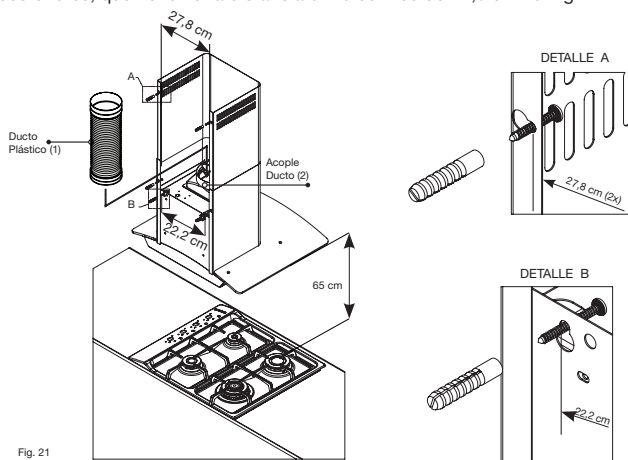

Fig. 21
En la pared donde usted va a ubicar la campana realice dos agujeros para chazos de 5/16", a una distancia entre centros de 22,2 cm. Coloque los chazos y asegure la campana con los tornillos que se encuentran incluidos en la bolsa de accesorios (5 cm de longitud). Recuerde que la campana debe quedar mínimo a 65 cm mín. por encima de las parrillas de su cocina, como se muestra en la fig. 21.
Realice el ensamble del ducto plástico de evacuación (1) en el acople ducto (2), no olvide hacer la conexión eléctrica antes de montarla (tenga en cuenta los datos técnicos de la placa de características). Para evitar vibraciones de los ductos decorativos, fijelos a la pared utilizando sus agujeros posteriores, que tienen una distancia entre centros de 27,8 cm ver fig. 21.